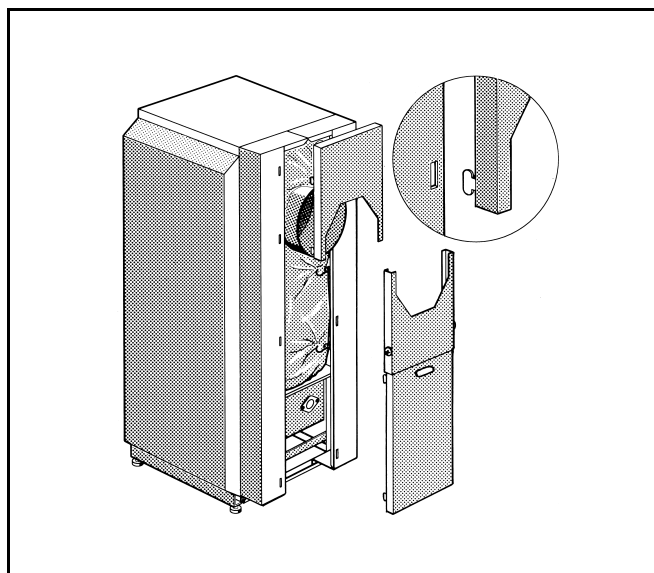

Fig. 19
- Appendere lo schermo superiore con i ganci nei 4 incastri delle pareti frontali destra e sinistra, al disopra del tronchetto di scarico (fig. 19).
- Appendere lo schermo inferiore con i ganci nei 4 incastri delle pareti frontali destra e sinistra, al disotto del tronchetto di scarico (fig. 19).